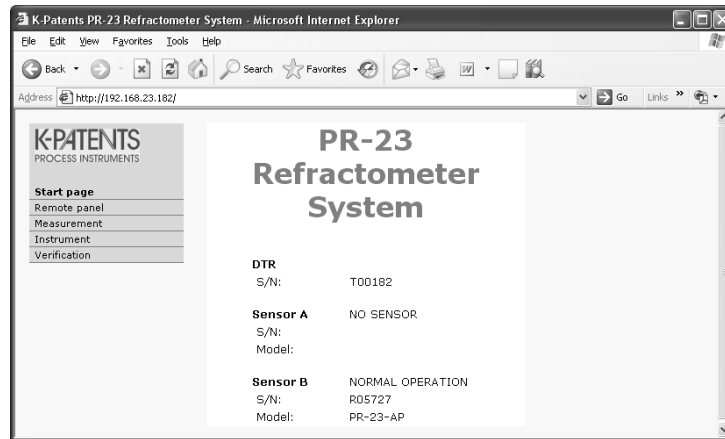

Figure 12.10 La page d'accueil de l'instrument s'ouvre dans un navigateur
3. L'adresse (URL) de la page d'accueil de l'instrument correspond à l'adresse IP du DTR. Si le DTR a été configuré en usine, son adresse est `http://192.168.23.254/` (la figure 12.10 ci-dessus utilise une autre adresse IP et non l'adresse par défaut). Affectez l'adresse au navigateur comme vous saisissez n'importe quelle autre adresse (par exemple `http://www.vaisala.com/`)
4. Attendez que la page d'accueil soit chargée, cela peut prendre plusieurs secondes. Si la page semble bizarre lors de la première tentative, actualisez/rechargez-la. Elle doit ressembler à celle de la Figure 12.10. L'affichage de la page dépend de votre navigateur et des paramètres de votre écran donc il est possible qu'il y ait une légère différence.